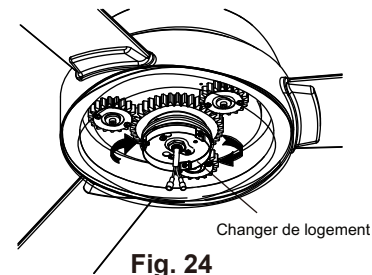

Fig. 24
Étape 2. Placez les deux trous de fente sur le boîtier de l'interrupteur sur les deux (2) vis préalablement desserrées de la plaque de montage. Faites pivoter le boîtier de l'interrupteur jusqu'à ce qu'il se verrouille en place à l'extrémité rétrécie des trous clés. (Fig. 24)